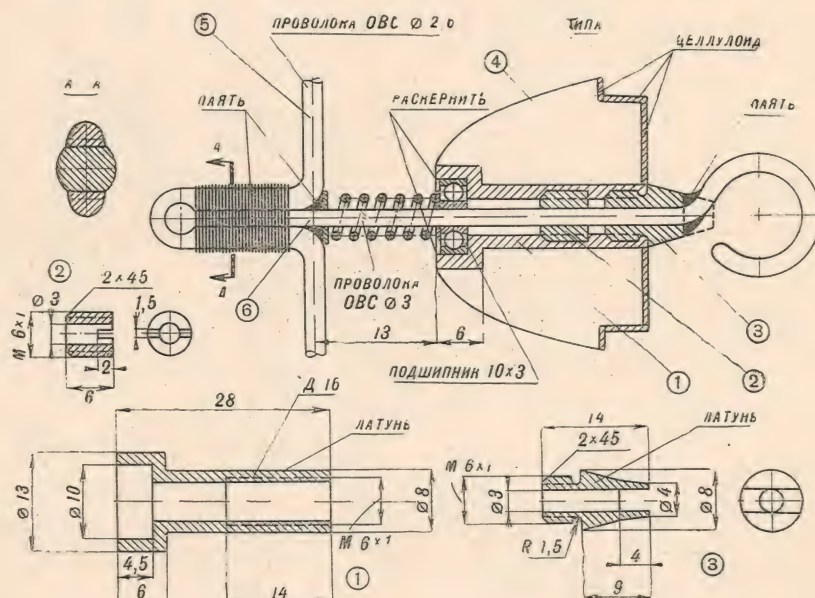

Рис. 1.
**БОБЫШКА** винта (рис. 1) состоит из втулки 1, вкладыша 2, винтового фиксатора 3, корпуса бобышки 4, ступицы винта 5, пружинки, двух шайбочек, подшипника и вала 6. Корпус бобышки вытачивается на токарном станке из брусочка липы  $40 \times 40$  мм. Слои липы следует располагать вдоль корпуса. В готовом корпусе сверлится сквозное отверстие диаметром 6 мм и с передней части корпуса — отверстие диаметром 12 мм. При сборке бобышки на вал винта надевается фиксатор. Он запрессовывается у крючка так, чтобы плоскость пропила лежала в плоскости крючка. Место соединения тщательно пропаивается и обрабатывается надфилем. Отверстие в корпусе бобышки и втулка промазываются тонким слоем клея «БФ-2». В течение 20 мин. клей выдерживается, а затем снова отверстие и втулка промазываются клеем. Собранный втулка запрессовывается в корпус бобышки. После этого необходимо дать просохнуть клею в течение трех суток. Для большей прочности вся задняя часть бобышки оклеивается целлулоидом толщиной 1 мм.